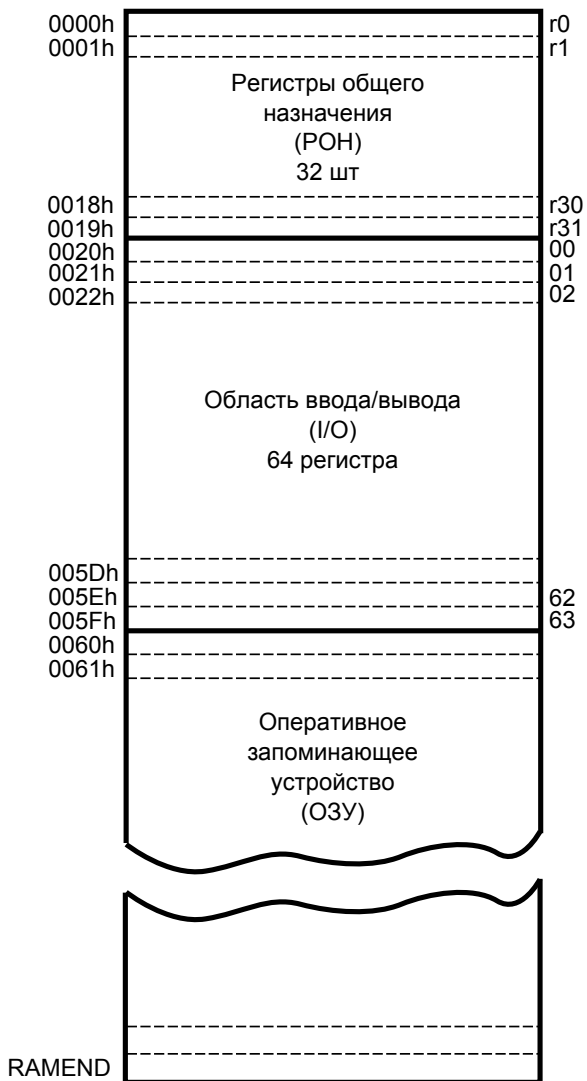

Рис. 4. Структура памяти данных
**Память данных** микроконтроллеров AVR структурно состоит из трёх разделов, имеющих общую адресацию. Структура памяти данных изображена на рис. 4. В начале находятся 32 восьмиразрядных регистра общего назначения (РОН). К ним можно обращаться из программы по именам r0, r1, ..., r31 и по адресам 0000h – 001Fh в общем адресном пространстве. Здесь и далее приставка 0x или суффикс h означает, что число записано в шестнадцатеричной системе. Далее располагаются 64 регистра ввода-вывода с адресами 0020h – 005Fh. К ним тоже можно обращаться как по адресу, так и по именам регистров. Имена сопоставлены с адресами в файлах описания микроконтроллера, которыми комплектуются системы программирования. Последним регистром ввода/вывода является регистр состояния SREG с адресом 005Fh.